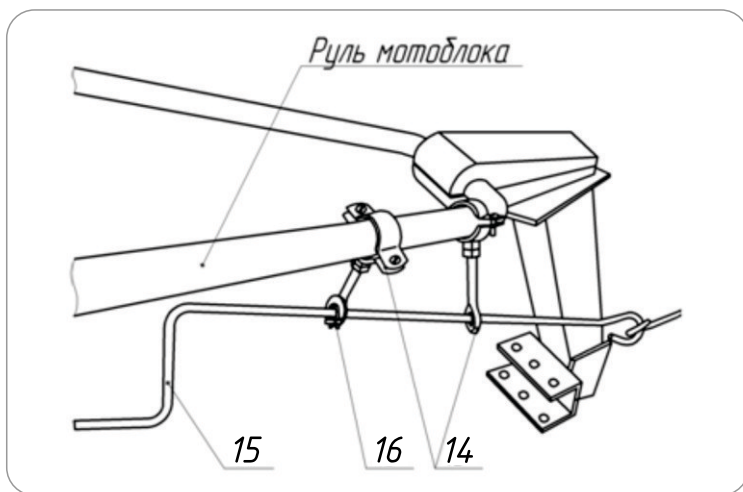

Рисунок 4.
6.11. Установите на руль держатели рукоятки управления поворотным механизмом (14) (рис. 4) регулировки положения желоба (4). Вставьте в держатели рукоятку управления поворотным механизмом (15), наденьте на рукоятку увеличенную шайбу М6 и фиксирующий хомут (16).